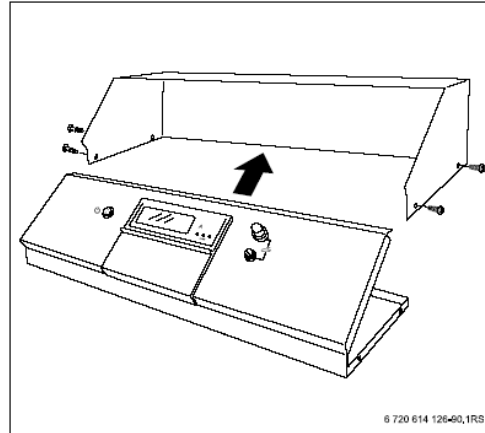

Figura 5 – Deschiderea unității de reglare
- ▶ Se deșurubează cu o șurubelniță cu cap cruce câte două șuruburi pe ambii pereți laterali ai unității de reglare (→ figura 5).